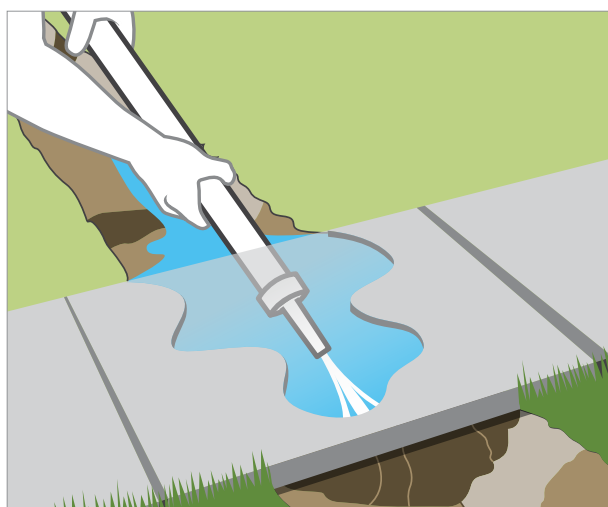

Figure 3
5. Poser des canalisations sous un dallage ou une allée : Méthode du tuyau à jet — À l'aide d'un adaptateur fileté, raccordez une extrémité de la canalisation au tuyau d'arrosage et fixez une petite lance d'arrosage à l'autre extrémité. Ouvrez l'eau et actionnez le jet sous le béton *Figure 3.*